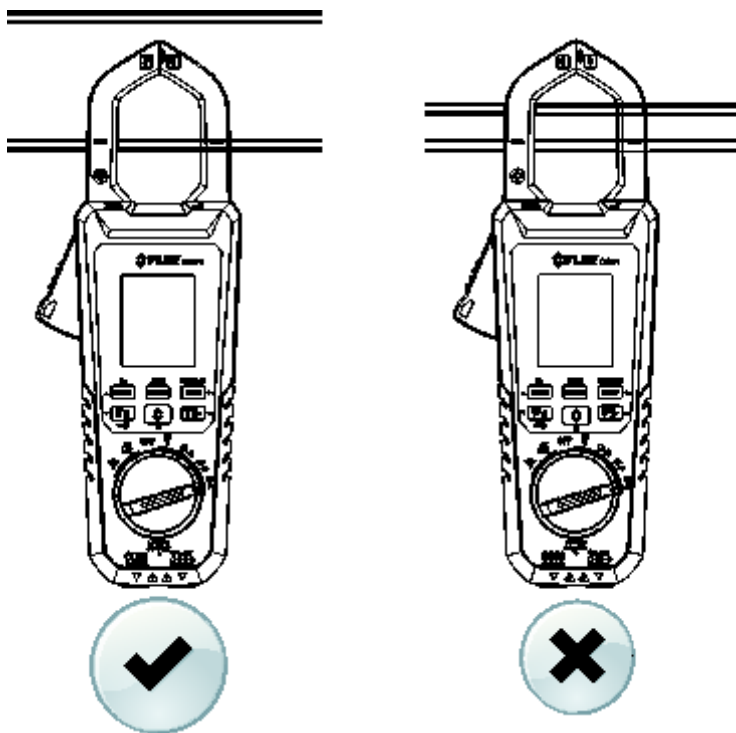

图 5.2 正确设置和错误设置
使用钳口测量电流时，钳口只可钳绕一根导线——请参见图 5.2。
5. 按下触发器以打开钳口。完全钳绕一根导线——请参见图 5.2。为获得最佳结果，使钳口中的导体居中。